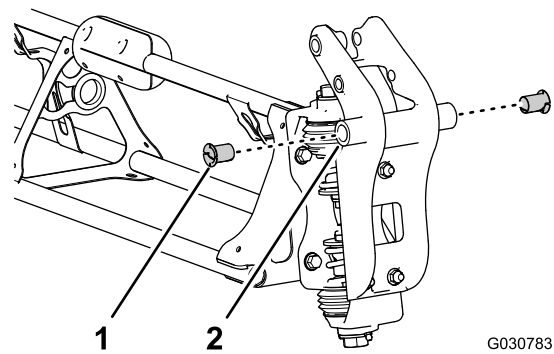

Bild 134
2. Legen Sie eine Nylonbundbüchse in das 31,8 mm große Loch an jeder Seite des Drehzapfen-Anschlussstückes (Bild 134).